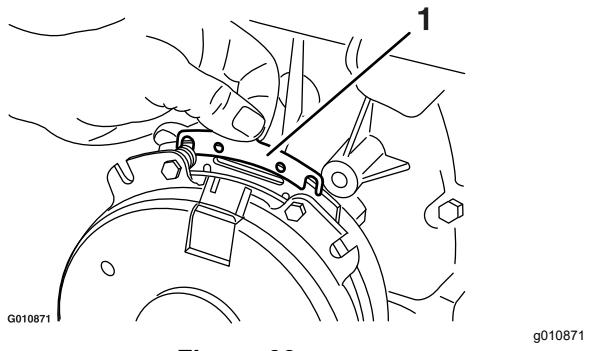

Figura 66
- Usando un alicate de punta fina, o a mano, sujeté la pestaña y retire el suplemento (Figura 66).
Retire cualquier acumulación de hierba, suciedad u otros residuos de la rejilla del motor. Esto ayuda a asegurar una refrigeración adecuada y una velocidad de motor correcta, y reduce la posibilidad de sobrecalentamiento y daños mecánicos al motor (Figura 66).